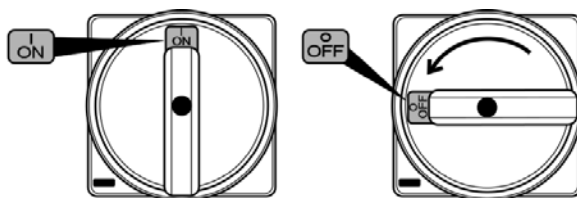

FIG. 6 INTERRUPTOR GENERAL DE LA SIERRA DE CARNE
Otro de los dispositivos extra es el interruptor general (42), que cuando esta en la posición de OFF, desenergiza el equipo completo a pesar de que éste se encuentre conectado a la alimentación principal **(Ver Fig. 6)**.